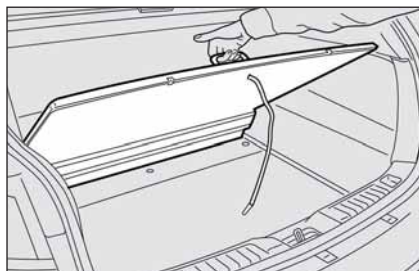

fig. 2
- ☐ levante el compartimiento de carga (donde esté previsto) con la manilla específica como se ilustra en **fig. 2**;